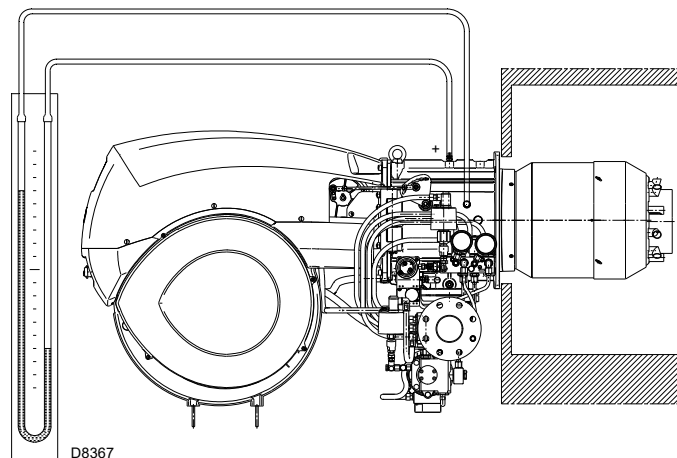

Abb. 33
- Ein U-Rohr-Manometer oder einen Differenzdruckmesser (Abb. 33) mit Anschluss (+) am Gasdruck der Muffe und (-) in der Brennkammer montieren.
In diesem Fall den Gasdurchsatz während der Zündung erhöhen. Das U-Rohr-Manometer (Abb. 33) zeigt den Gaseintritt an der Muffe an.